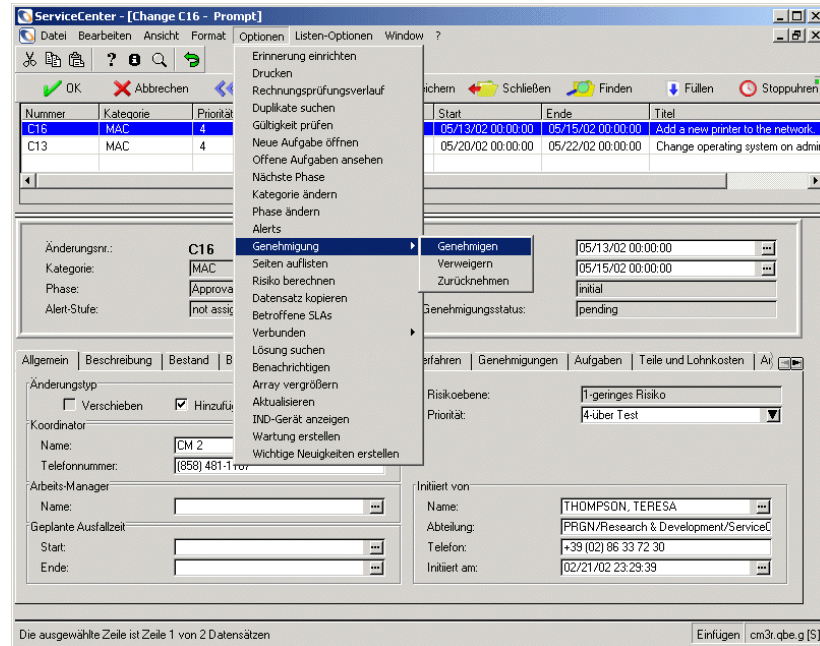

Abbildung 10-74: Genehmigung im Menü „Optionen“
- 4 Wählen Sie Optionen > Genehmigung > Genehmigen | Verweigern | Zurücknehmen aus (siehe Abbildung 10-74).